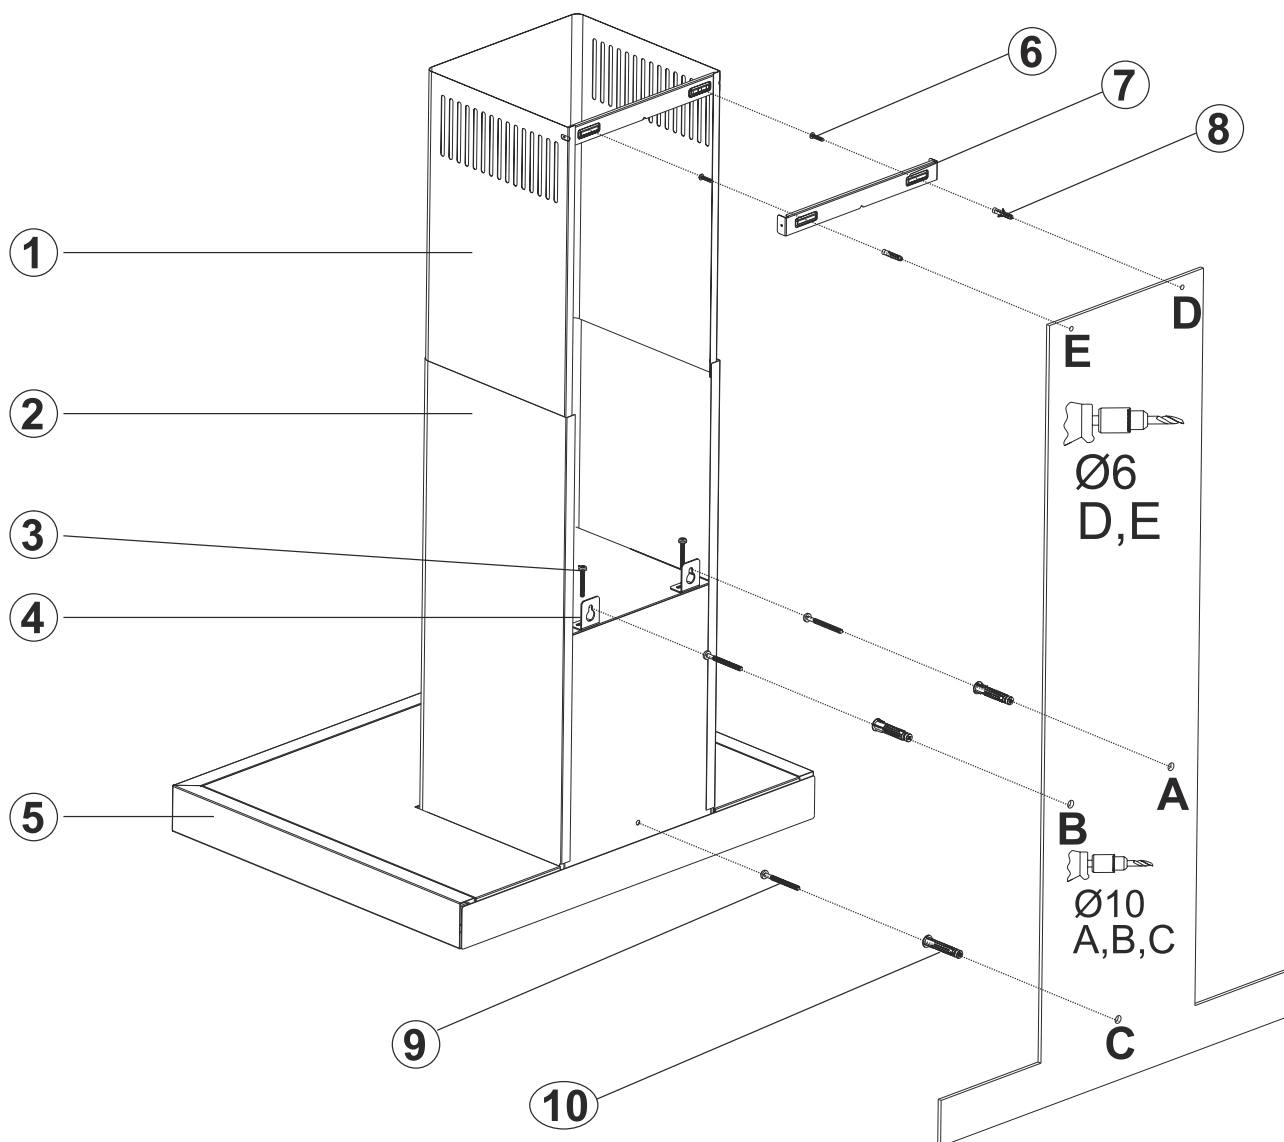

Fig. 7
2. Påsæt skabelonen på væggen alt efter ønskede højde på emhætten (bemærk vores anbefalinger mht. afstand ml. kogeplade og emhætte). Markere nu punkterne A, B & C. (Fig. 7).
3. Sæt nu Ø10mm rawplugs i hullerne A, B & C. Skru nu skrue på punkterne A + B og lad der være 5mm afstand ml. skruehoved og væg (Fig. 7).
4. ➤ Montere ophængningsbeslagene på emhætten med de medfølgende M5x35 skruer (Fig. 7).